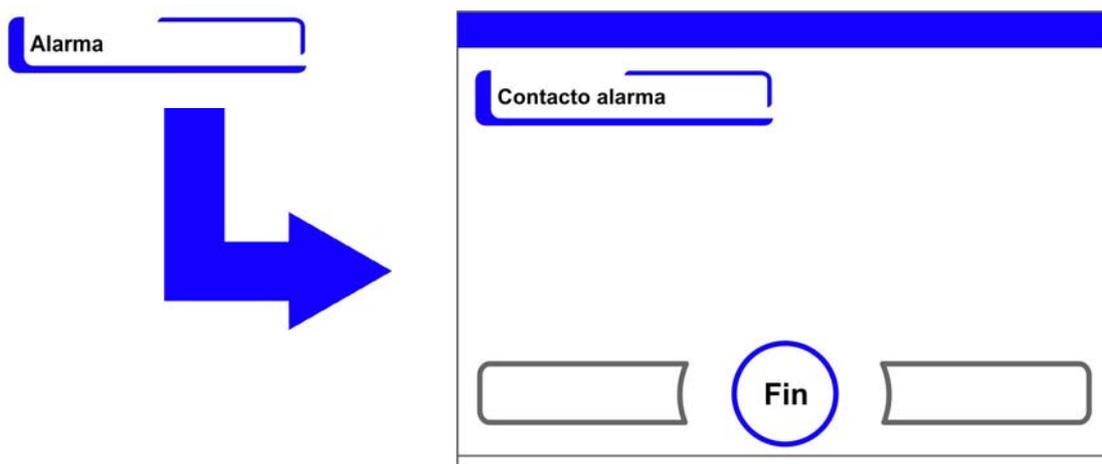

Figura 6-36. Menú de opciones Alarma
- Se muestra el cuadro de selección de Figura 6-36.